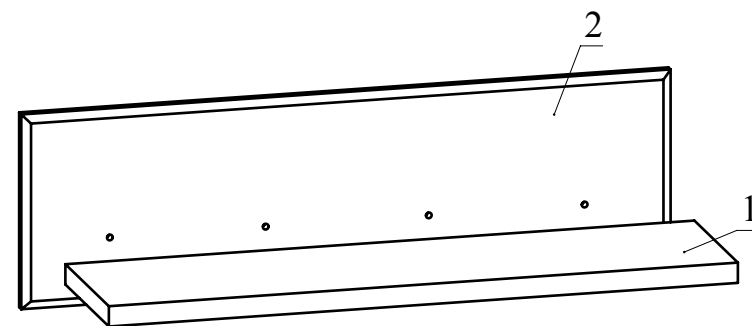

Рис.2
2. Соедините при помощи конфирматов детали 1 и 2. Установите заглушки для конфирматов (Рис. 2)